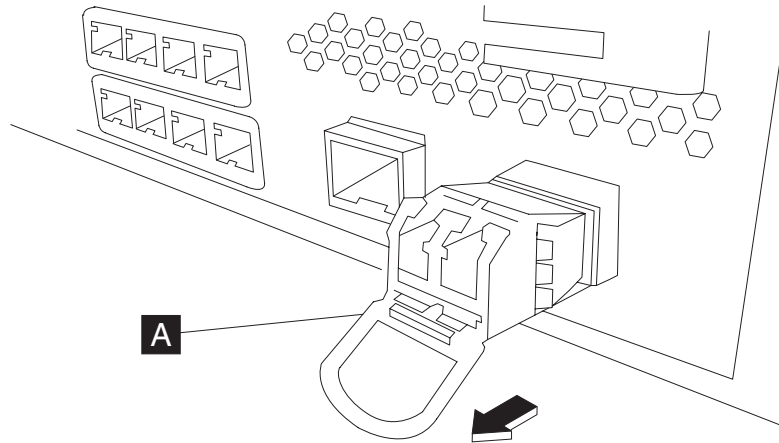

Figura 27. Remover o transmissor-receptor SFP
- Puxe o trinco azul para baixo na parte anterior do transmissor-receptor, conforme ilustrado na Figura 27.